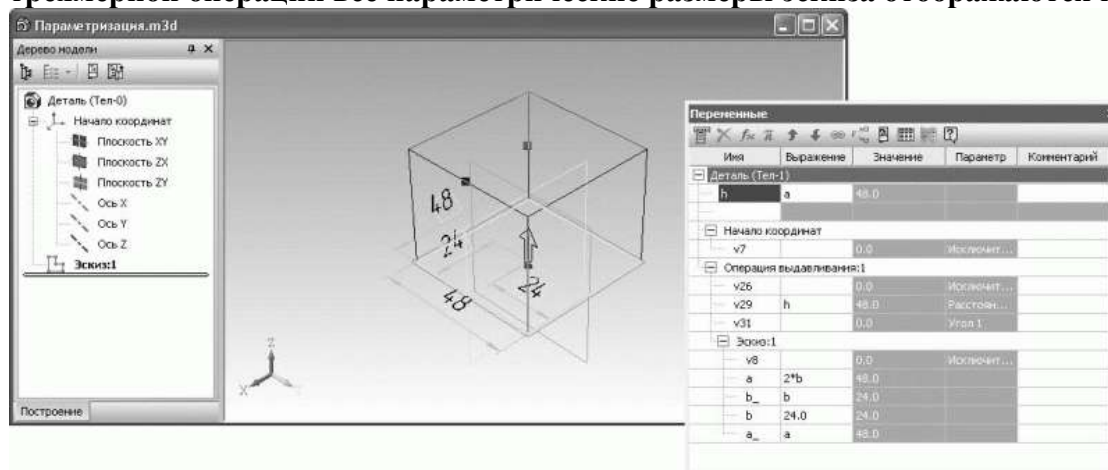

Рис. 3.48. Переменные модели
6. Теперь посмотрите в окно Переменные. В нем значительно увеличилось количество переменных. Это переменные, позволяющие исключить из расчета тот или иной трехмерный элемент модели (плоскость, операцию, эскиз), переменные операций (в нашем случае – величина выдавливания и угол уклона), а также внешние переменные эскизов. Чтобы использовать все эти переменные в выражениях, им сначала лучше присвоить псевдонимы (в столбце Выражение таблицы переменных). Напротив переменной v29 (такое значение было по умолчанию присвоено величине выдавливания) операции выдавливания введите имя переменной h . Переменная автоматически добавится в верхнюю часть списка переменных (рис. 3.48). Переменной h сразу поставьте в соответствие переменную a (поставив переменную a в столбце Значение напротив переменной h). Обратите внимание, что при выполнении трехмерной операции все параметрические размеры эскиза отображаются на экране.